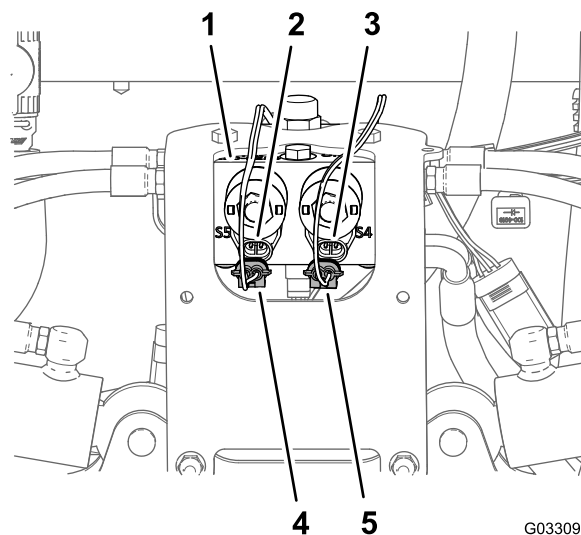

Figure 16
1. Débranchez le connecteur à 2 broches du faisceau de rampe sonique du connecteur à 2 douilles du solénoïde d'activation de vérin droit sur le collecteur de vérin de levage (Figure 16).
gauche sur le collecteur de vérin de levage (Figure 16).